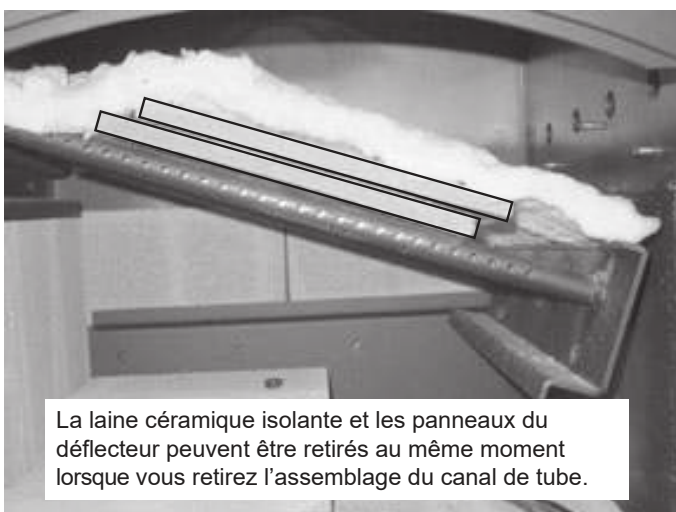

Figure 23.2
4. Glissez le canal des tubes tout à gauche et abaissez le côté droit. Enlevez les panneaux du déflecteur et la laine céramique. **Figure 23.2.**